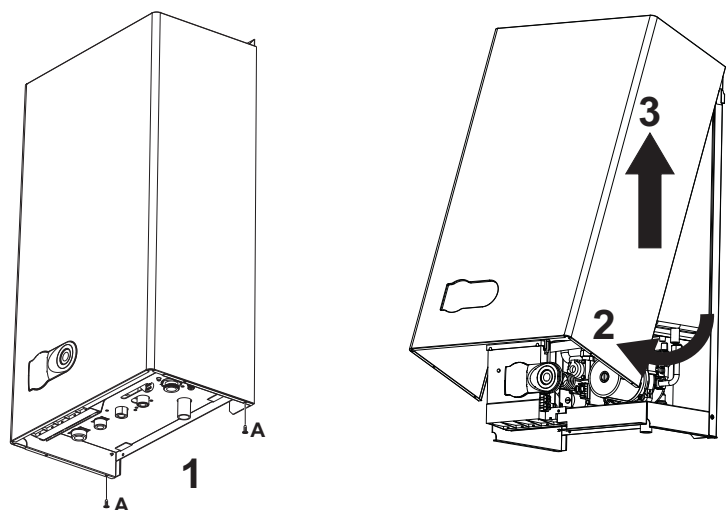

рис. 16 - Открытие кожуха
1. Отвинтите винты "А" (см. рис. 16)
2. Поверните кожух (см. рис. 16)